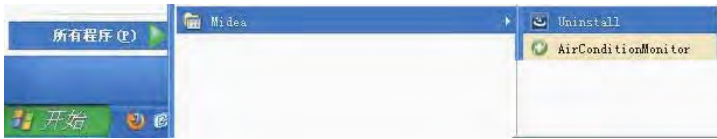

Abb. 3-1
- 1) Auf "Start" — "All program" (alle Programme) — "Sinclair" — "Uninstall" klicken. Ein Fenster wie im Bild 3-1 wird angezeigt.